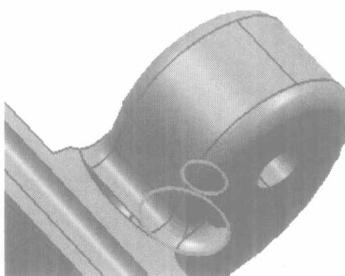
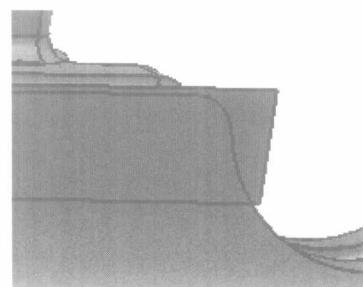

图 2-4 过渡曲面修剪出错
图 2-5 曲面未被修剪
- (3) 复杂曲面、过渡曲面丢失或修剪边界出错，如图 2-4、图 2-5 所示。